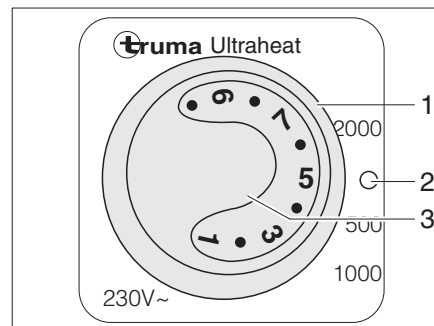

Bild 115 Kontrollenhet extra elvärme Ultraheat
- Ställ vridströmställaren (Bild 115,1) på önskad effektnivå (500, 1000 eller 2000 W).
- Ställ temperaturvredet (Bild 115,3) på önskad effektnivå.
- Ställ vridströmställaren (Bild 115,1) i läge "O" (Bild 115,2).